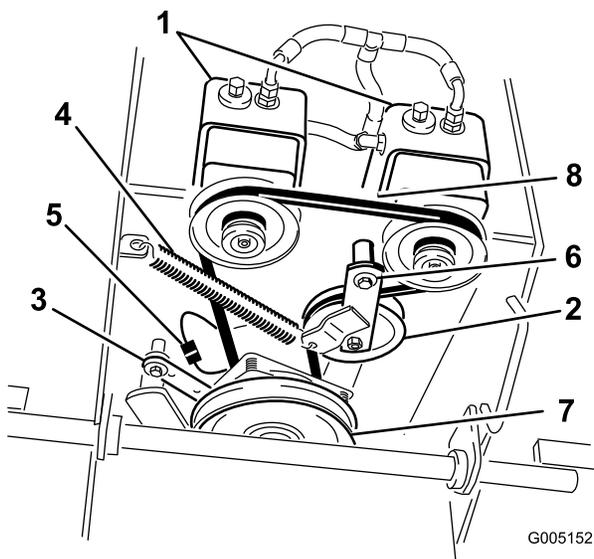

Figura 53
6. Desconecte el soporte del embrague de la plataforma del motor (Figura 53).
7. Desenganche el muelle de la polea tensora del bastidor (Figura 53).
9. Coloque el muelle tensor entre el brazo de la polea tensora y el soporte del bastidor (Figura 53).
10. Monte el soporte del embrague en la plataforma del motor (Figura 53).